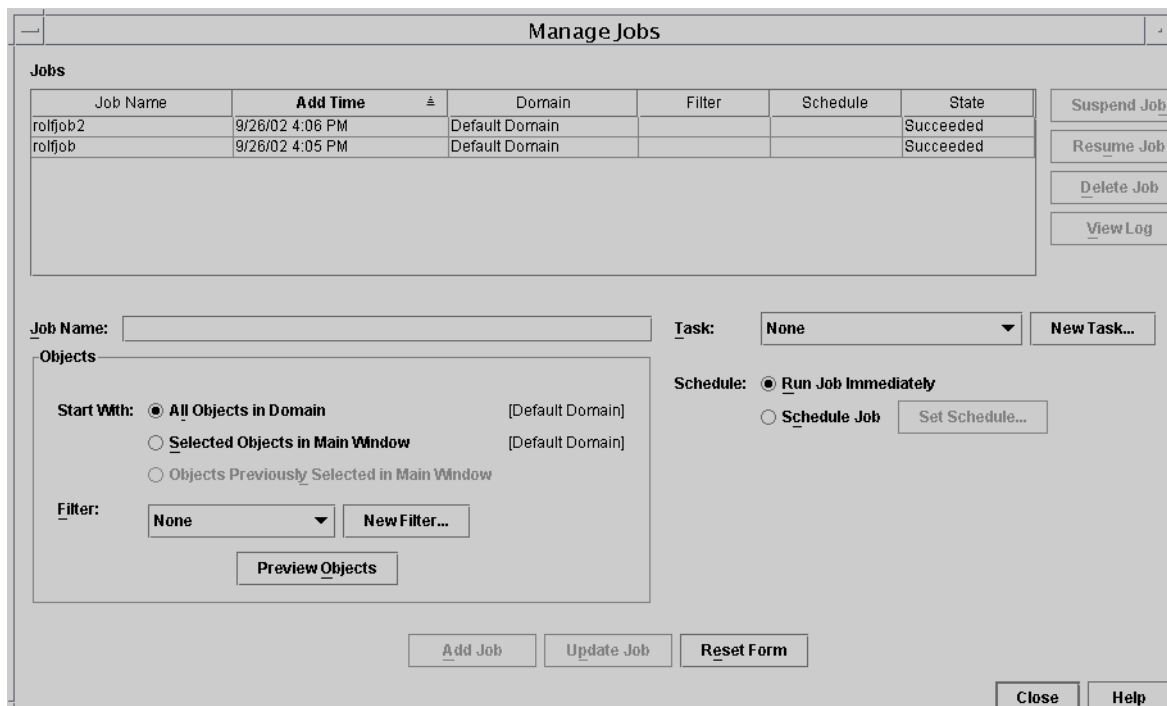

图 2-9 “Manage Jobs（管理作业）”面板
系统将显示“Manage Jobs（管理作业）”面板（图 2-9），在这里您可以分发该映像文件。
5. 在“Manage Jobs（管理作业）”面板中（图 2-9），执行以下步骤：